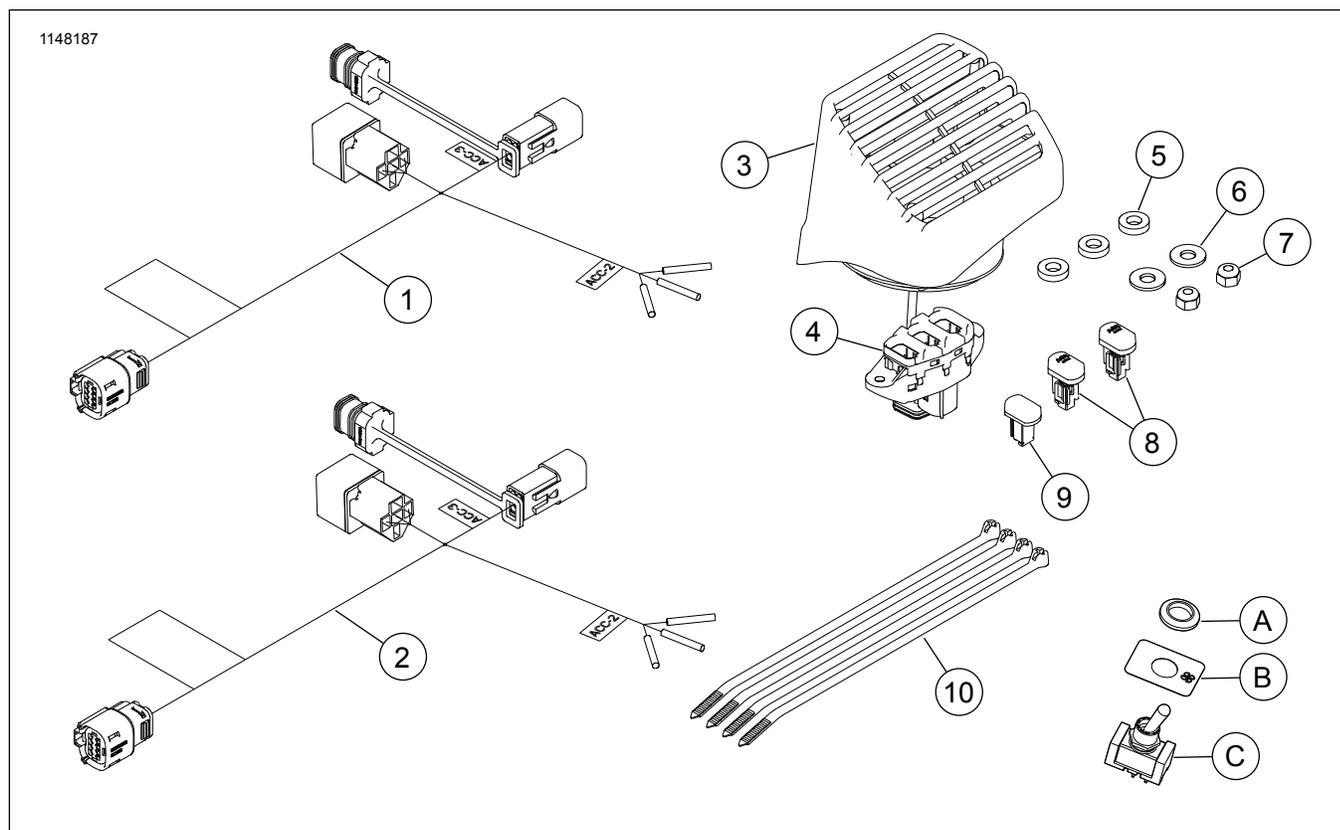

Figure 7.
Voir Figure 7 et Voir le Tableau 1.
1. Voir Figure 7 et Voir le Tableau 1. Poser l'interrupteur de ventilateur.
- a. **Modèles 2014 à 2016 avec carénage** : poser le panneau de commutateurs (4) et le commutateur pour accessoire (8). Consulter le manuel d'entretien.